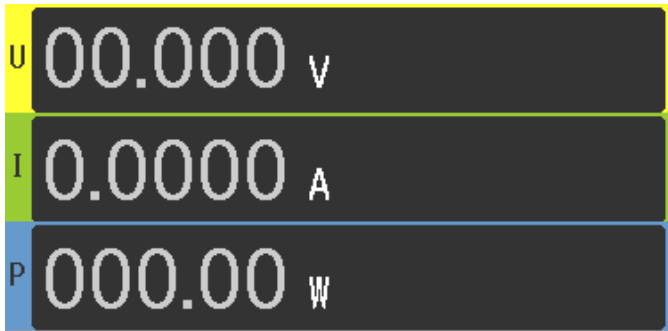

图 4-2
- U,I,P PPOff:如图 4-2 所示，显示电压、电流和功率值